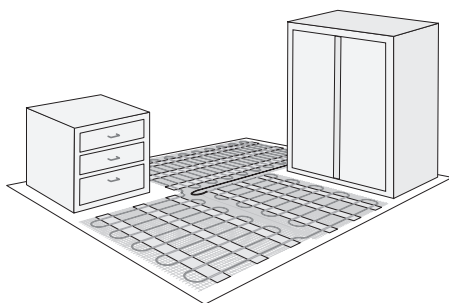

Рис. 12
5. Расположите нагревательный мат на полезной площади (где Вы ходите и где идет эффективное тепловыделение в воздух) (рис. 12).